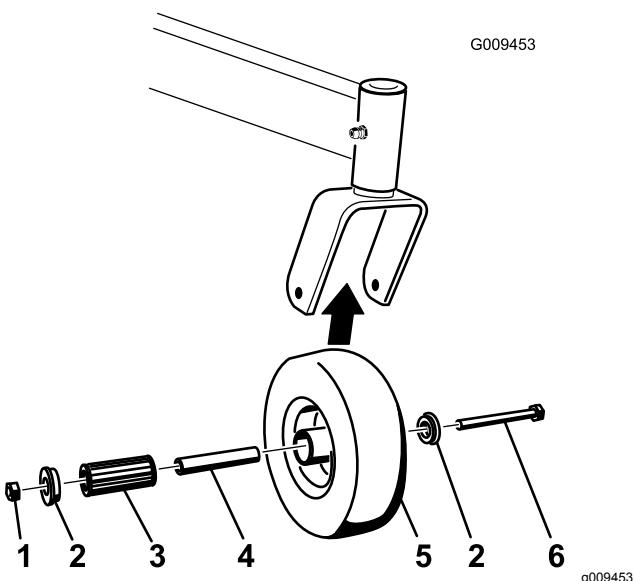

Figure 54
1. Enlevez le contre-écrou et le boulon qui fixent la roue pivotante à la fourche (Figure 54).
2. Enlevez une bague, puis sortez la douille pour clé et le roulement à rouleaux du moyeu de roue (Figure 54).
3. Enlevez l'autre bague du moyeu, puis nettoyez la graisse et les saletés éventuellement présentent dans le moyeu (Figure 54).
Remarque: Remplacez les pièces endommagées ou usées (Figure 54).
5. Placez une bague dans le moyeu (Figure 54).
6. Lubrifiez le roulement à rouleaux et la douille pour clé, et insérez-les dans le moyeu (Figure 54).
7. Mettez la deuxième bague dans le moyeu (Figure 54).
8. Montez la roue pivotante dans la chape à l'aide du boulon et du contre-écrou (Figure 54).
9. Serrez le contre-écrou jusqu'à ce que la base de la douille pour clé soit en appui contre l'intérieur de la fourche (Figure 54).